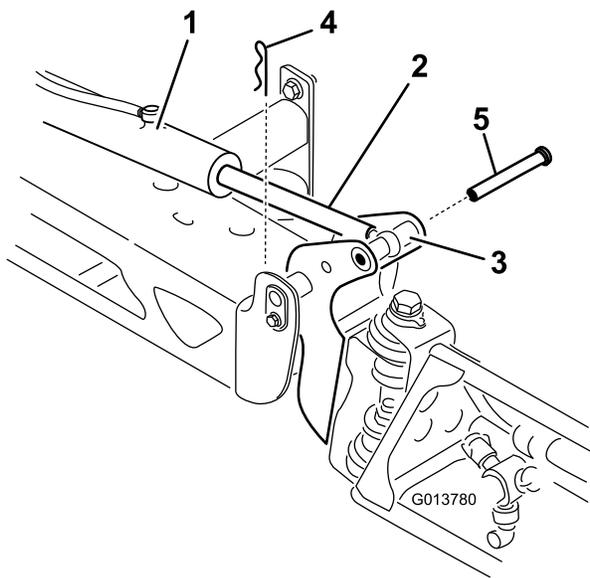

Figura 74
2. Retire o perno de gancho do pino de articulação (Figura 74).
3. Levante a rampa e retire o pino (Figura 74). Faça descer lentamente a rampa até ao solo.
8. Levante a rampa para alinhar a articulação com a barra do acionador. Enquanto segura na rampa, insira o pino através tanto da articulação da rampa como da barra do acionador (Figura 74).